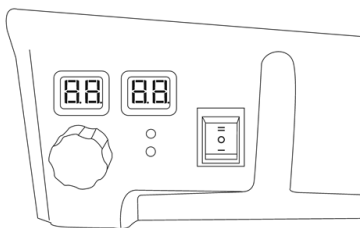

Figura 4.
2. Abra a válvula de gás e gire o interruptor de energia para a posição "II". A janela do visor esquerdo mostra a temperatura definida e a janela da direita mostra a temperatura ambiente. O aquecedor acenderá automaticamente quando a temperatura definida for superior à temperatura ambiente (ver Figura 4).